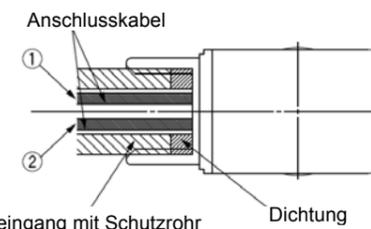

Abb. 12
- Den Kabeleingang mit Schutzrohranschluss mit dem in Abb. 12 angegebenen Anzugsdrehmoment festziehen.